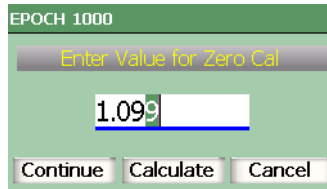

Figure 3-24 Exemple de boîte de dialogue
1. Appuyez sur les flèches droite et gauche pour positionner le curseur sur le chiffre à modifier dans la zone de texte de la boîte de dialogue, comme dans l'exemple montré à la Figure 3-24 à la page 87.